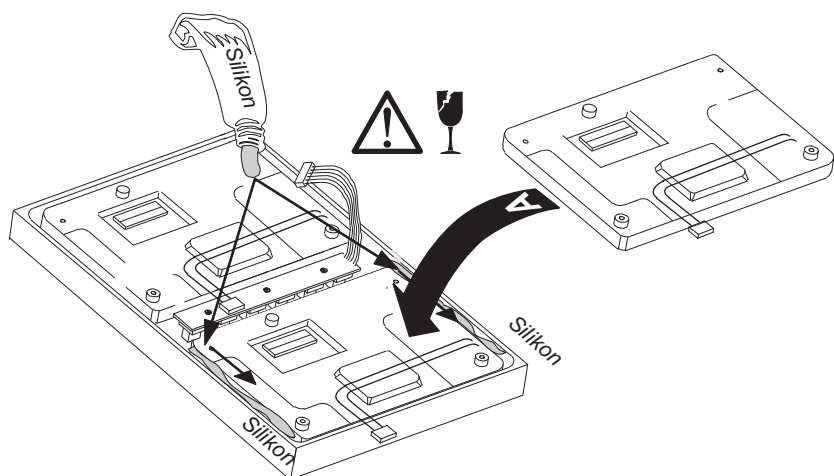

Bild D 8-6: Montieren des neuen Displays
7. Setzen Sie das neue Display ein (siehe Bild D 8-6, A) und fixieren Sie es mit Silikon (siehe Bild D 8-6, B).